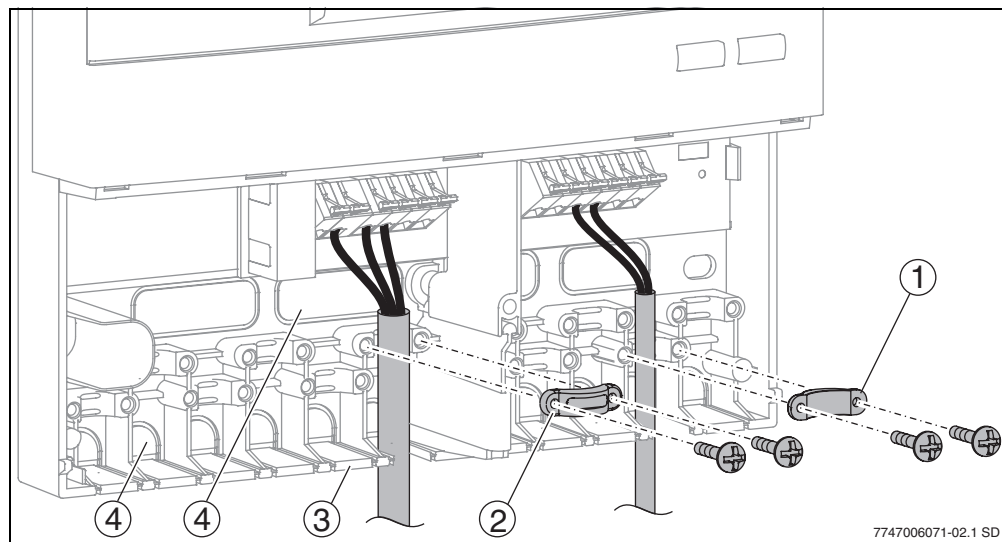

Fig. 5 Paso y fijación de los cables
Según la situación de montaje, los cables se pueden introducir en la caja por detrás (→ fig. 5, 4) o por abajo (→ fig. 5, 3).
- Haga el paso para cables con un cuchillo (→ fig. 5) para que no quede ningún borde cortante.
- Asegure los cables con el dispositivo antitracción correspondiente (→ fig. 5, 2). El dispositivo antitracción también se puede montar al revés (→ fig. 5, 1).